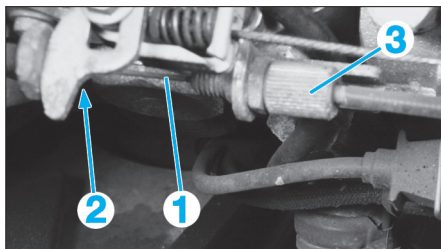

FIG. 27
- Dans le cas contraire, régler la tension du câble (1) par le serre-câble (2) (Fig.27).
- Ajuster la tension par le tendeur de gaine (3).
- Vérifier que le câble (1) est n'est pas tendu (Fig.27).
- le serre-câble (2) (Fig.27),